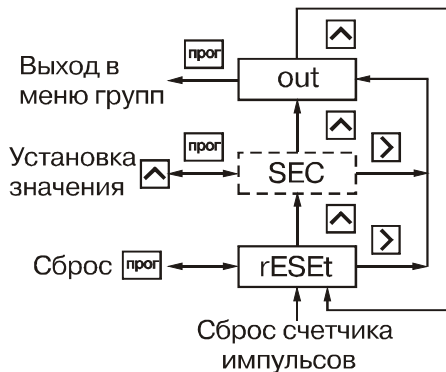

Рис. 28
6.1.11. Группа **c_rES** (рис. 28) предназначена для установки в исходное состояние счетчика импульсов (предделитель при этом обнуляется).